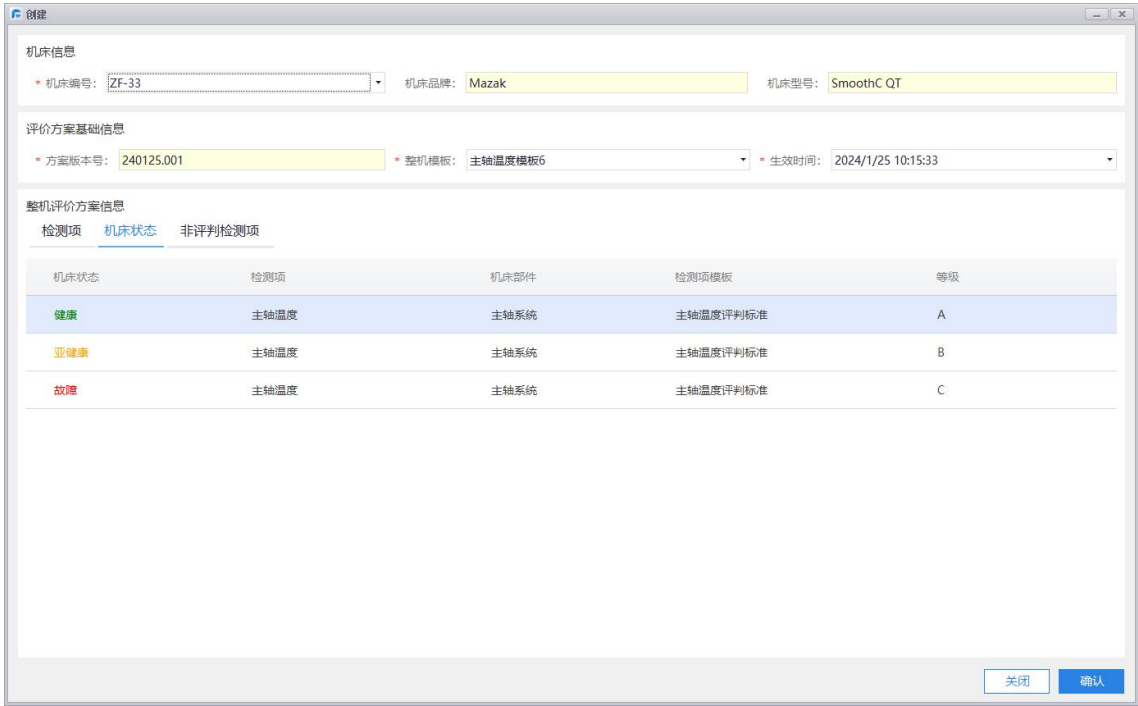

图 2-16-2-3 评价方案创建界面
2.3 批量配置：点击批量配置，打开评价方案批量配置界面，如图 2-16-2-4 所示。创建用户需要编辑的内容共包括以下两点：
- ①选择需要批量配置的机床；
- ②选择评价方案需要匹配的整机模板，系统会显示整机模板列表中的第一条数据作为默认数据；